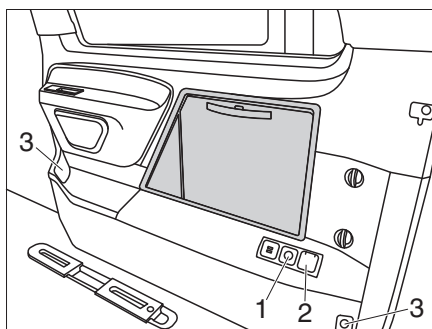
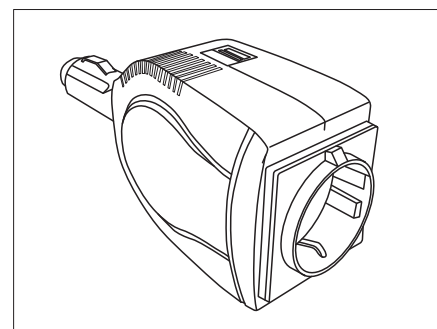

Fig. 17 Prese sul veicolo
Fig. 18 Invertitore
- durante il viaggio tramite una delle prese a 12 V originali Mercedes (Fig. 17,3) mediante invertitore (Fig. 18).
- tramite la presa a 230 V (Fig. 17,2). In questo caso il veicolo deve essere collegato ad una presa da terra a 230 V.
- tramite la presa a 12 V (Fig. 17,1) del pacchetto elettrico opzionale mediante invertitore (Fig. 18).